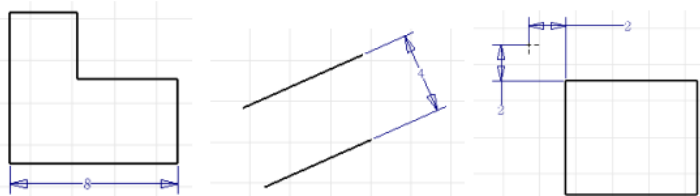

图 2-45 线性尺寸标注样式
- (1) 单击【草图】标签栏【约束】面板上的【尺寸】工具按钮，然后选择图元即可。
- (2) 要标注一条线段的长度，单击该线段即可；
- (3) 要标注平行线之间的距离，分别单击两条线即可；
- (4) 要标注点到点或点到线的距离，单击两个点或点与线即可。
- (5) 移动鼠标预览标注尺寸的方向，最后单击左键以完成标注，图2-45显示了线性尺寸标注的几种样式。